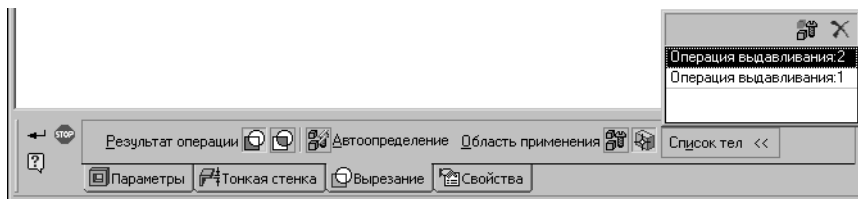

Рис. 90.6. Задание области применения вырезаемого элемента выдавливания
- ▼ При вырезании формообразующих элементов область применения задается на вкладке **Вырезание** Панели свойств (рис. 90.6).